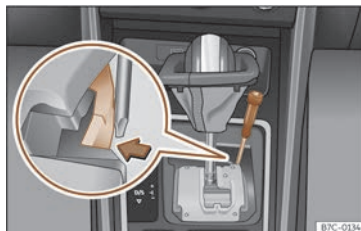

**Fig. 142** Levier sélecteur : déverrouillage d'urgence de la position de parking.
- En utilisant le côté plat d'un tournevis, appuyez latéralement sur la languette jaune et maintenez  **fig. 142**.